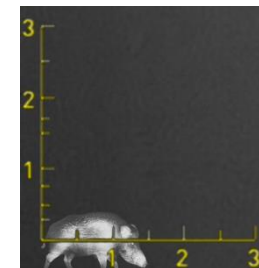

Рисунок 23 – Пример измерения
- Направить прицел так, чтобы измерительная шкала была на объекте измерения. Например, если известно, что измеряемый объект имеет длину 1,5 м (трофейный кабан), нажимая кнопки **(3)** или **(5)**, необходимо изменить размер измерительной шкалы так, чтобы длина измеряемого объекта по измерительной шкале соответствовала 1,5 м (см. рис. 23). В левом верхнем углу дисплея будет указана дистанция до объекта.